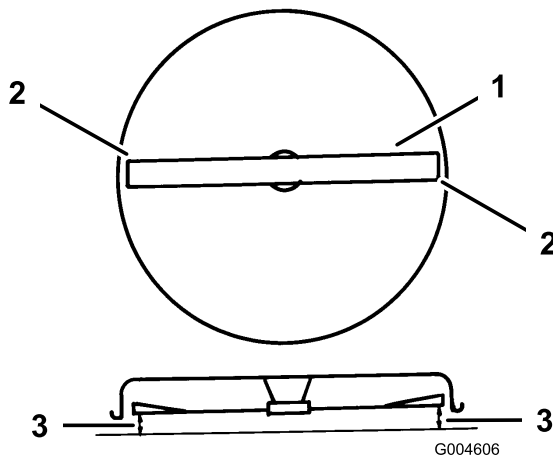

Bild 41
9. Drehen Sie die Schnittmesser vorsichtig in Querrichtung (Bild 41).
10. Messen Sie den Abstand zwischen den äußeren Schnittkanten und der ebenen Oberfläche (Bild 41). Wenn beide Messwerte nicht innerhalb von 5 mm liegen, ist eine Einstellung erforderlich; siehe Schritte 11 bis 14.